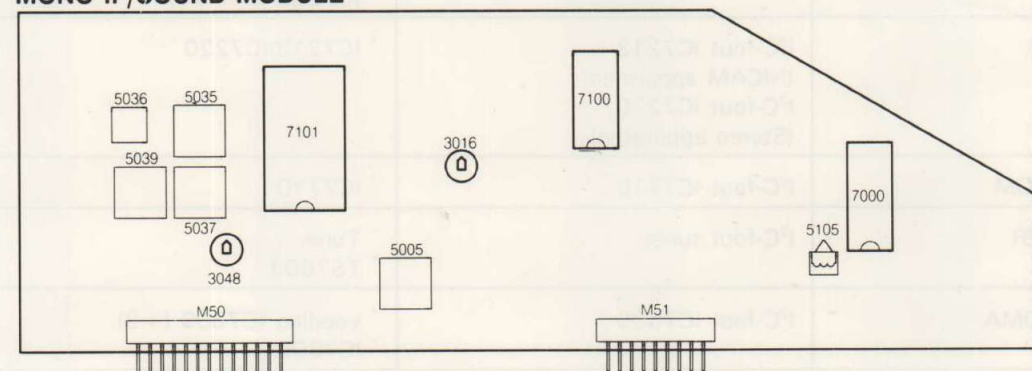

Fig. 7.3
2. Afregelingen op MF/ geluidsmodule (Fig. 7.3)